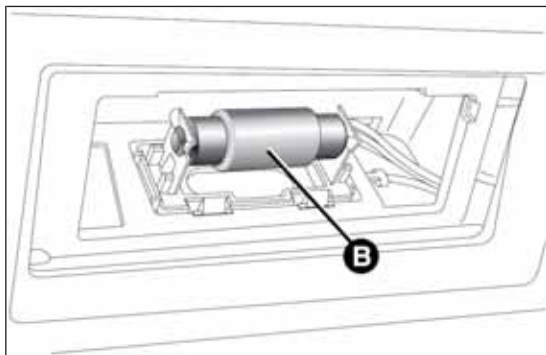

fig. 190
- ☐ sostituire la lampada B fig. 190, svincolandola dai contatti laterali;